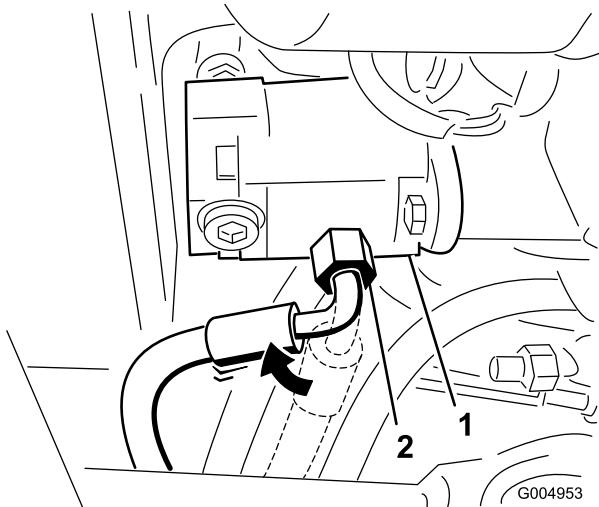

Figura 103
25. Desaperte o encaixe da mangueira de pressão na bomba e rode o encaixe 45 graus para a frente da máquina (Figura 103).
Nota: A Figura 103 ilustra a perspetiva de debaixo da unidade de tração.